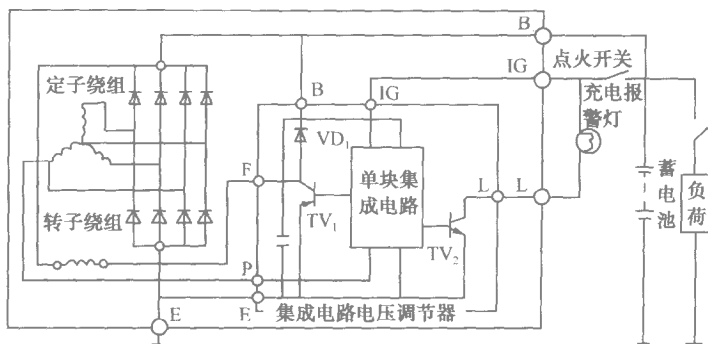

图 1-1-1 发电机及调节器电路
换上一个充足电的备用蓄电池，将万用表的功能转换开关拨到直流电压挡，表的正极接发电机的“B”端子，表的负极接发电机的“-”端子或外壳（见图 1-1-1），测得的电压为 12V，蓄电池至发电机的供电电压正常。
(1) 发动机熔断器烧断，使调节器电源切断，充电指示灯控制电路不能工作，功率管 TV2（见图 1-1-1）不能导通。
(2) 充电指示灯灯丝断路。
(3) 仪表熔断器烧断，使指示灯线路不通。
(4) 蓄电池附近的熔断器断路。
(5) 调节器线束插头松动。
(6) 指示灯或调节器电源线路导线断路或接头松动。
(7) 蓄电池极柱上的电缆接头松动。
(8) 点火开关故障。
(9) 调节器内部电路故障。